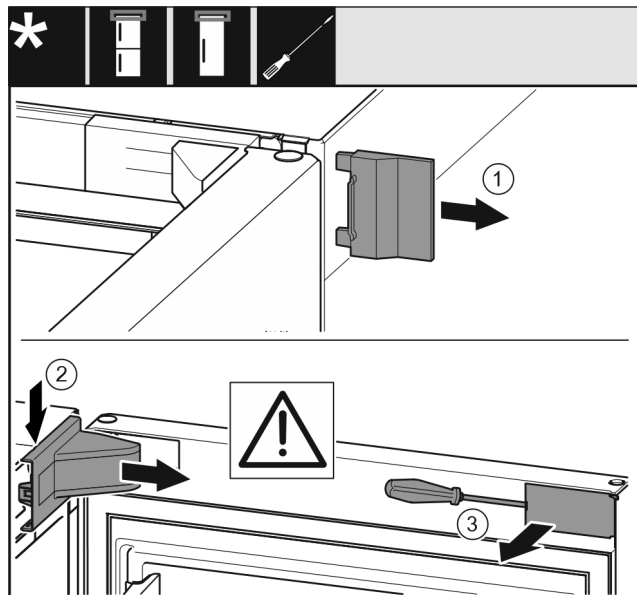

Fig. 6
- Retirer le cache extérieur. Fig. 6 (1)
- Détacher et libérer le cache du support de palier. Retirer le cache du support de palier. Fig. 6 (2)
- Dégager le cache avec le tournevis et l'incliner sur le côté. Fig. 6 (3)